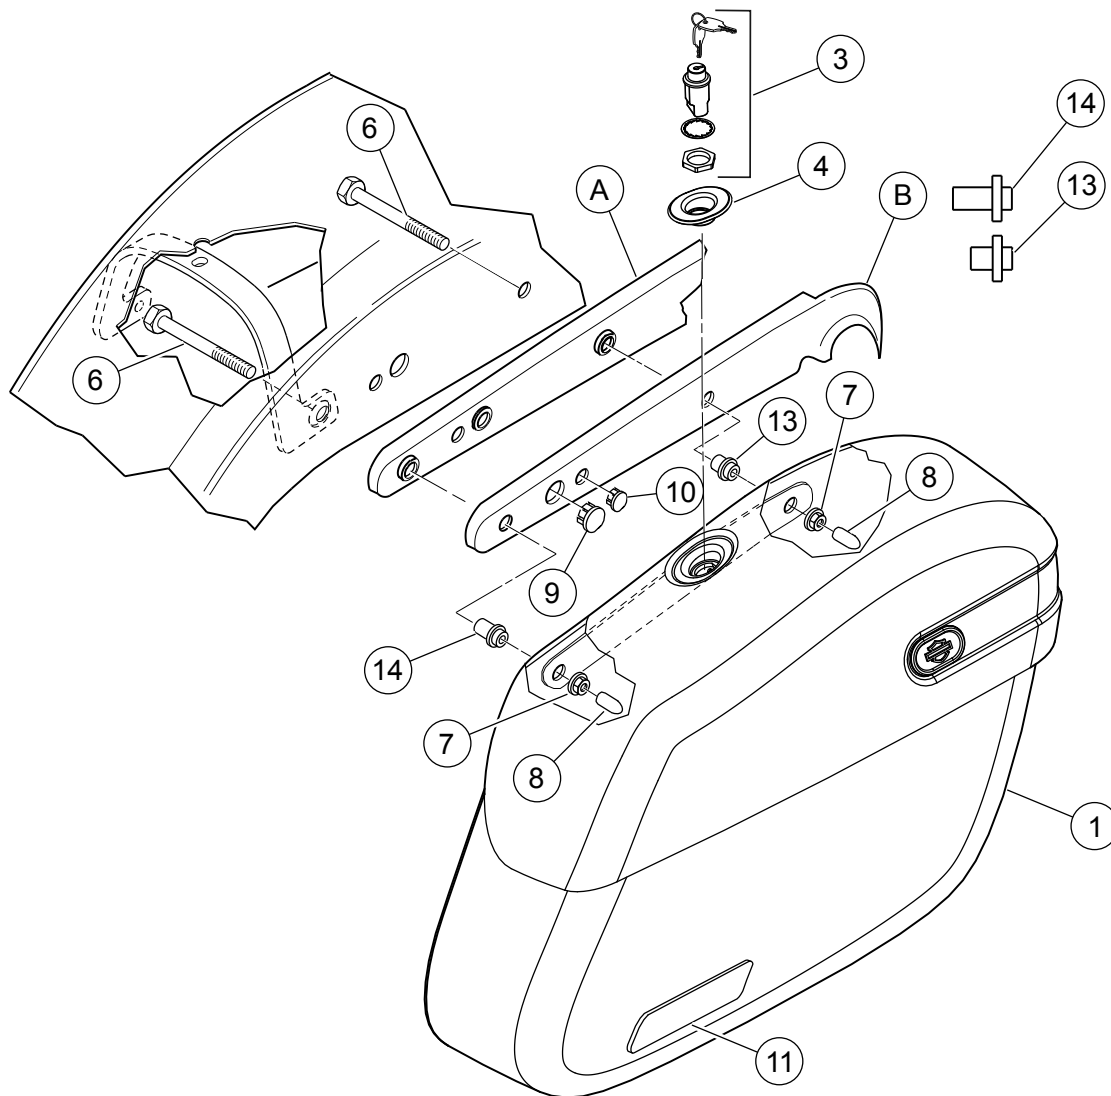
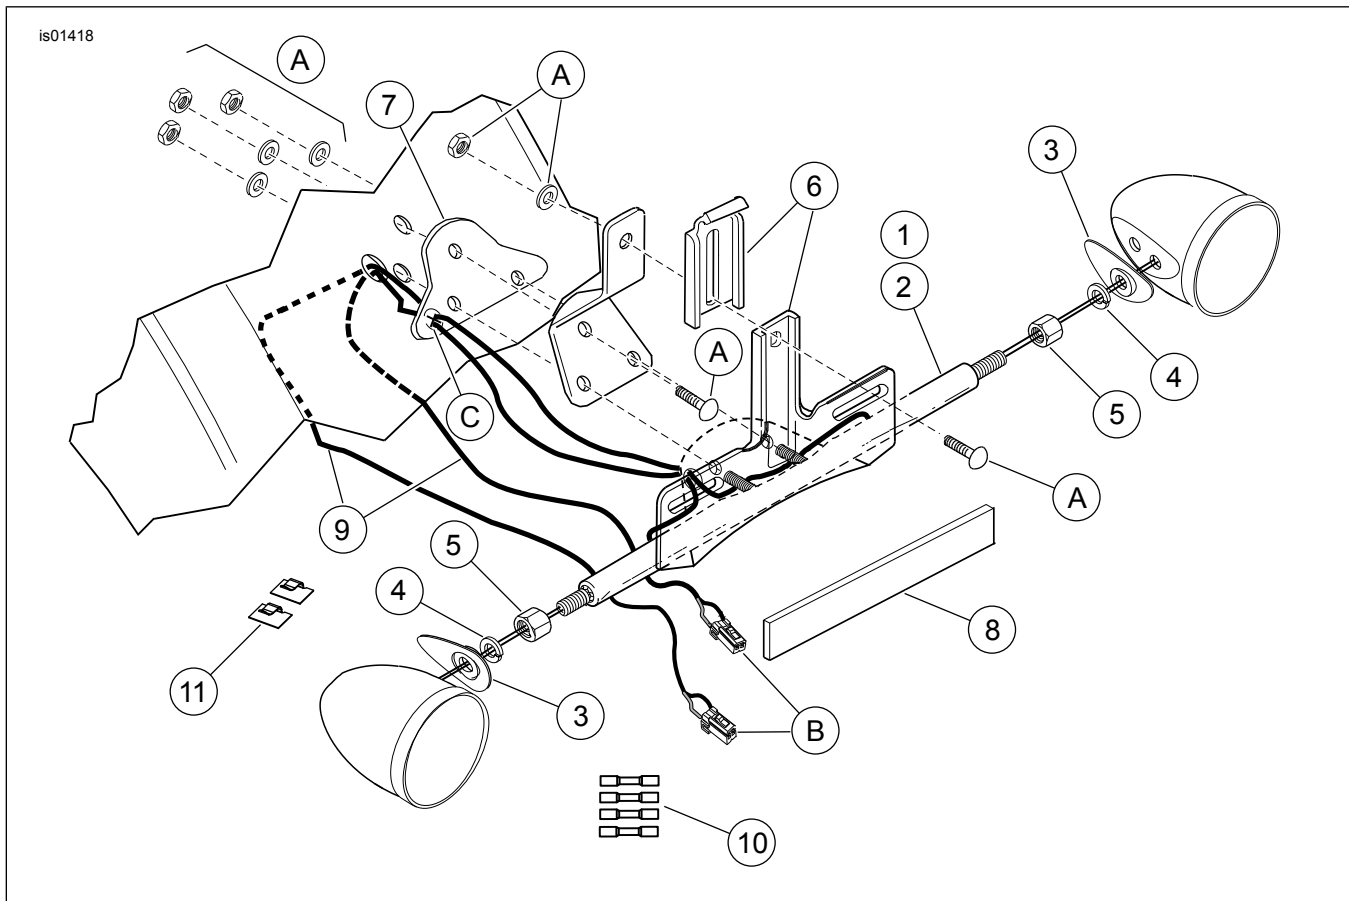

Figura 5. Piezas de servicio: kits de alforjas de cuero Sportster
Figura 6. Piezas de servicio: kits de alforjas de cuero Sportster
Vea la Figura 5, Tabla 1 y la Figura 6, Tabla 2.
1. Vea la Figura 6. Quite la pieza de soporte existente de la placa de matrícula del guardabarros, tomando nota de la manera en que se arma el conjunto. Deseche la pieza de soporte de la placa de matrícula pero guarde los elementos de sujeción que quedaron para la instalación de la pieza de soporte nueva de la placa de matrícula que se proporciona en el kit.
1. Vea la Figura 5. Desde la parte inferior del guardabarros, instale los dos tornillos (6) del kit a través del guardabarros y dentro del soporte y cubierta del guardabarros, de donde se sacaron previamente los dos tornillos.
2. Con el extremo corto de los bujes hacia fuera, instale el buje corto (13) en el tornillo delantero y el buje largo (14) en el tornillo trasero. Deslice la alforja sobre los tornillos hasta que los bujes asienten en la pieza de soporte de la alforja. Enrosque las tuercas de seguridad con reborde (7) en los tornillos en el interior de la alforja. Apriete ambas tuercas de seguridad de reborde a 33-37 N·m (24-27 lb-pie). Instale la tapa protectora de la rosca (8) en los extremos de los tornillos.